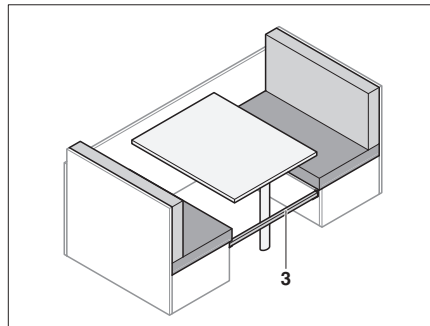

Bild 62 Sätt i förstärkningsplattan
- Sätt in extralisten (Bild 62,3) mellan sittbänkarna.